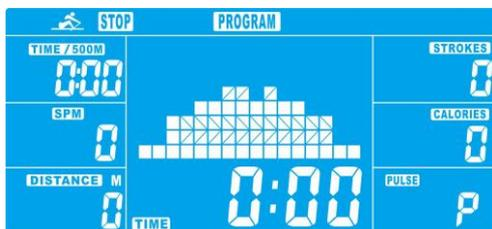

Abbildung 4
- 5.2 Mit der HOCH- und der RUNTER-Taste das Profil (P1 - P12, Abbildung 4) auswählen und mit ENTER bestätigen.